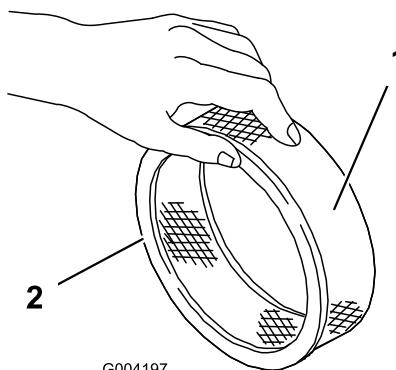

Figura 146
5. Inspeccione el elemento de papel por si estuviera roto, tuviera una película aceitosa o la junta de goma estuviera dañada (**Figura 146**).